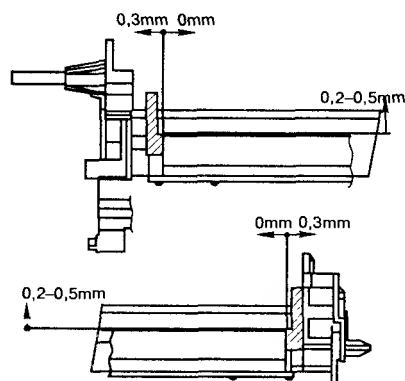
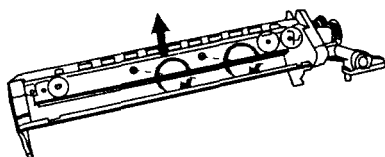

Рис. 7.23
Рис. 7.24
- приклейте фетровые уплотнения (рис. 7.23) и установите лезвие, сдвинув его по направлению стрелки (рис. 7.24);